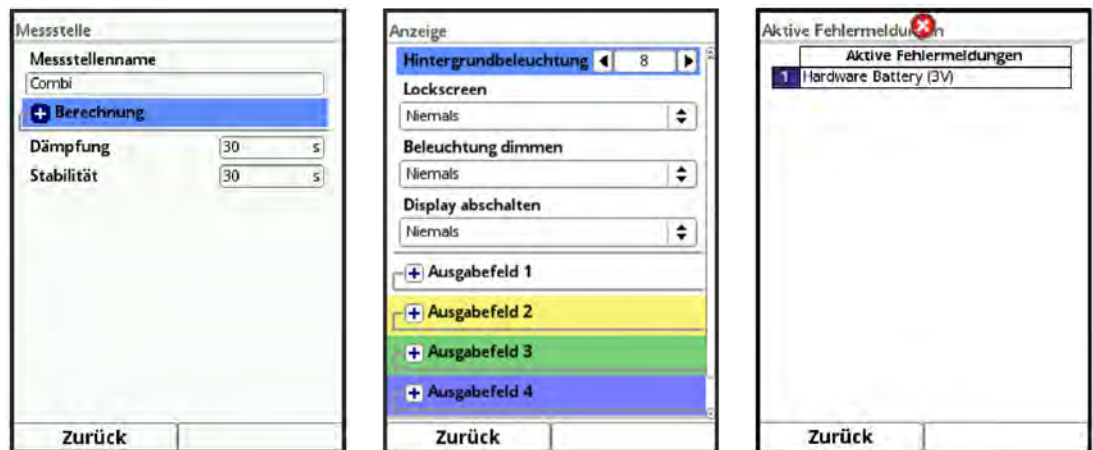

Abb. 30-1 Durchfluss: Pop-up-Menü und Menüseiten
- Datum (alternativ 1, 2, 3 etc.; siehe Abb. 30-1)
- Uhrzeit (alternativ 1, 2, 3 etc.; siehe Abb. 30-1)